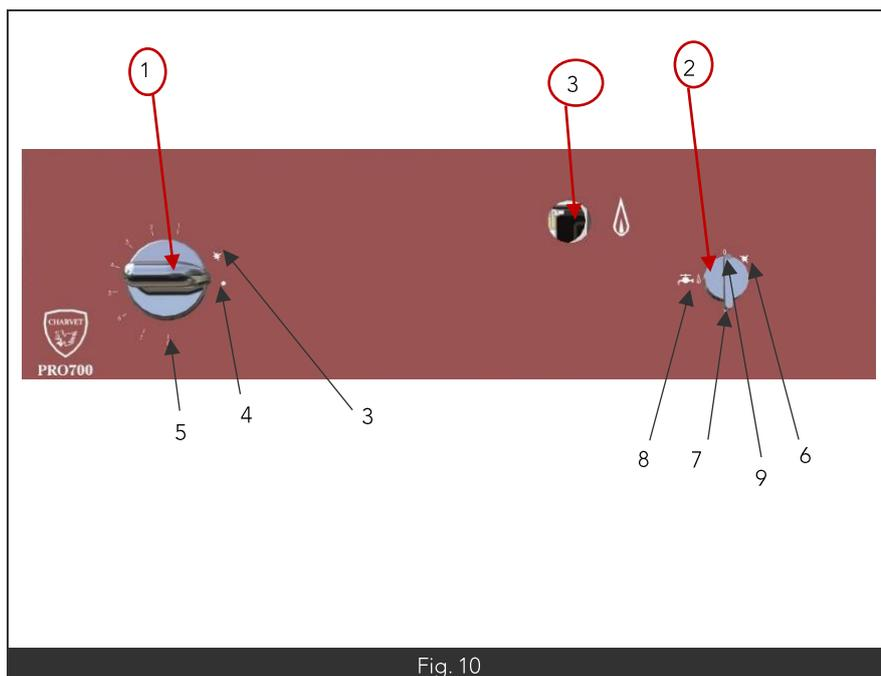

Fig. 10
- Appuyer sur la manette gaz (Fig10 Rep1) sur la position allumage/veilleuse (Fig10 Rep1.3) et de façon simultanée tourner la manette du commutateur (Fig7 Rep3) sur la position allumage (Fig10 Rep3.7).
- Une fois la veilleuse allumée, tourner le commutateur (Fig10 Rep3) sur la position souhaitée.
- Pour faire circuler l'eau dans la gorge périphérique, tourner le commutateur sur la position  (Fig10 Rep3.5).
- Ramener la manette du commutateur (Fig10 Rep2) sur la position 0 (Fig10 Rep 2.9).